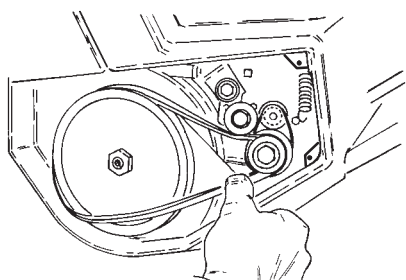

Figure 21
6. Tournez le rotor de la main gauche et installez la courroie sur la grande poulie avec la main droite (Fig. 21).
10. Installez la grande courroie sur la petite poulie (Fig. 21) (reportez-vous aux points 4 à 8 de la rubrique Remplacement de la grande courroie, page 10).